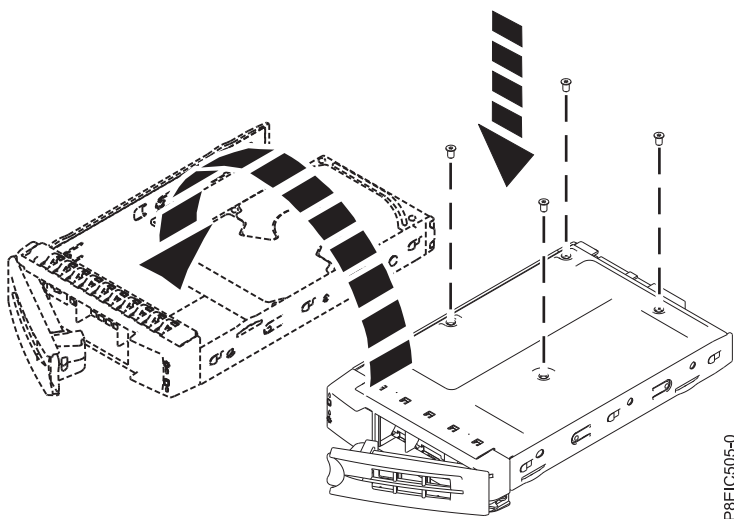

Figura 60. Montaje de la unidad de 2,5 pulgadas en la bandeja
- Una unidad de 2,5 pulgadas se debe colocar en la parte posterior de la bandeja. Mientras sujeta a la vez la unidad y la bandeja, dé la vuelta a la bandeja. Asegure la unidad en la parte inferior de la bandeja con cuatro tornillos, tal como se muestra en Figura 60.